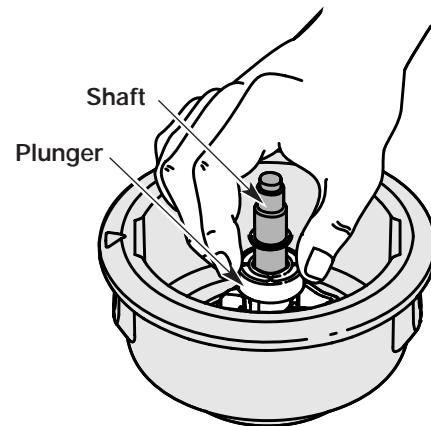

Fig. 26
5. Nettoyez l'axe et la surface intérieure de la bobine extérieure. Pour nettoyer l'axe dissimulé sous le plongeur, appuyez sur celui-ci (Fig. 26). Enlevez toute trace de saleté et de débris de l'axe.